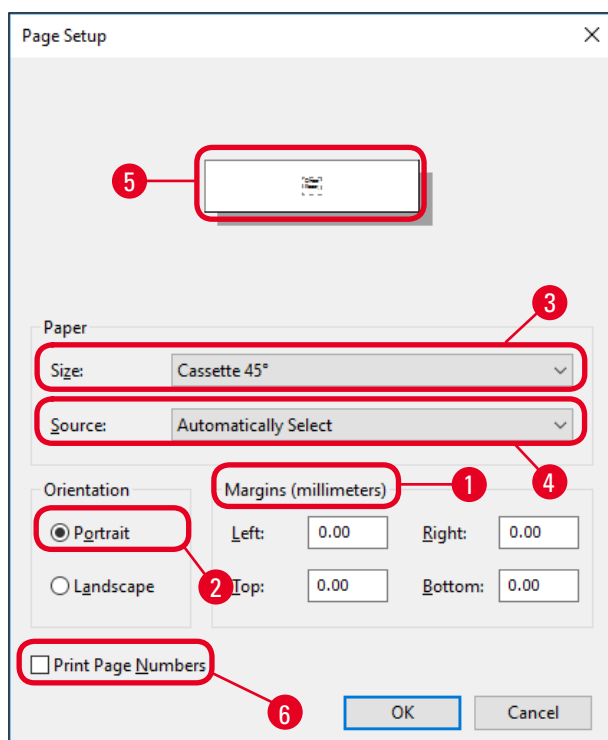

図 45
- まず、ページ設定を選択します。**File > Page Setup** をクリックすると、**Page Setup** ダイアログボックスが開きます (→ "図 45")。